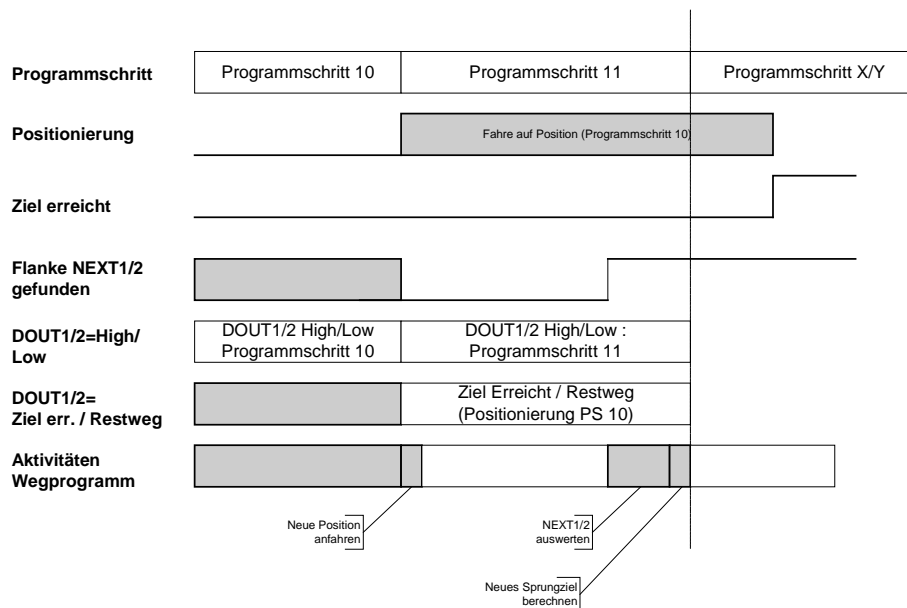

Abbildung 22: Zeitdiagramm Sprungverzweigung
In Abbildung 22 wird angenommen, dass in Programmschritt 10 eine Positionierung gestartet wurde. Mit dem Start der Positionierung (10) wechselt das Wegprogramm in den Folgezustand.